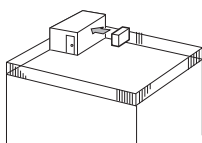

Fig. 2-2
- ① Τοποθετήστε τη μονάδα ώστε το στόμιο εξαγωγής του αέρα να είναι στραμμένο προς τον πλησιέστερο διαθέσιμο τοίχο και να απέχει περίπου 35 cm. (Fig. 2-2)